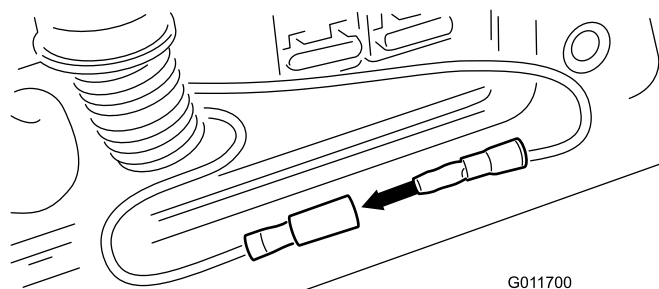

Figure 53
4. Après avoir placé la clé sur la position ARRÊT, retirez le capuchon des fils de liaison puis connectez-les (Figure 53).